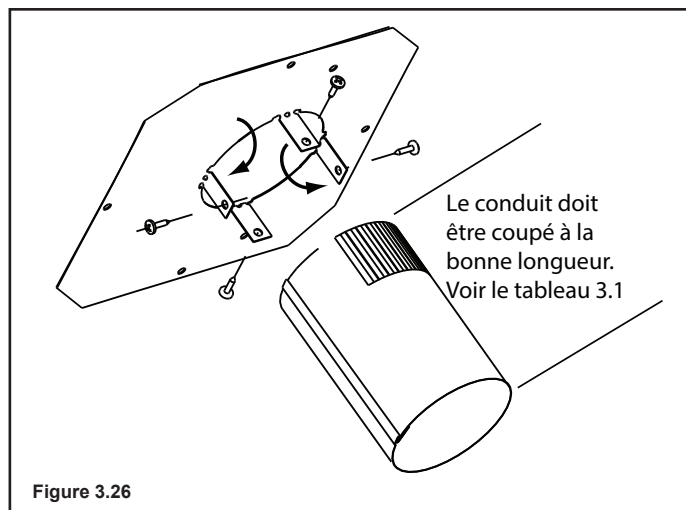

Figure 3.26
- Sur la plaque de fixation, pliez à la main les languettes vers le bas. Glissez les pattes sur l'extérieur du tuyau de départ. Fixez avec quatre vis autotaraudeuses comprises dans le paquet d'attaches. Figure 3.26.
- Fixez suffisamment d'ÉVENT DE TYPE « B » de 152 mm (6 po) selon les besoins de votre installation au boîtier du ventilateur. **Un maximum de (4) coudes à 90° sont autorisés.** Vissez l'ÉVENT DE TYPE « B » à l'adaptateur. Vissez également le ÉVENT DE TYPE « B » à la boîte de sortie sur le boîtier du ventilateur. Voir la figure 3.26. Supportez le conduit à des intervalles ne dépassant pas 1 m (4 pi), en vertu du code local.